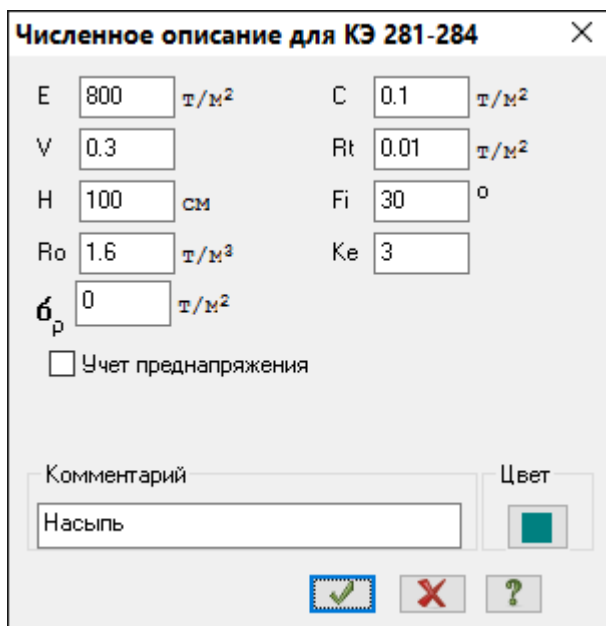

Рис.10.9. Диалоговое окно **Численное описание для КЭ 281 – 284**
- В диалоговом окне **Численное описание для КЭ 281 – 284** (рис.10.9) задайте параметры первого слоя грунта (насыпь):